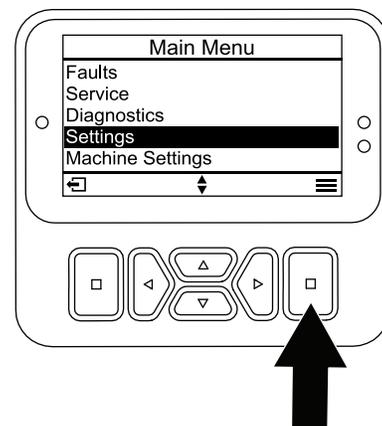

Figure 23
1. Depuis le MENU PRINCIPAL, naviguez jusqu'au menu RÉGLAGES et appuyez sur le bouton de sélection (Figure 23).